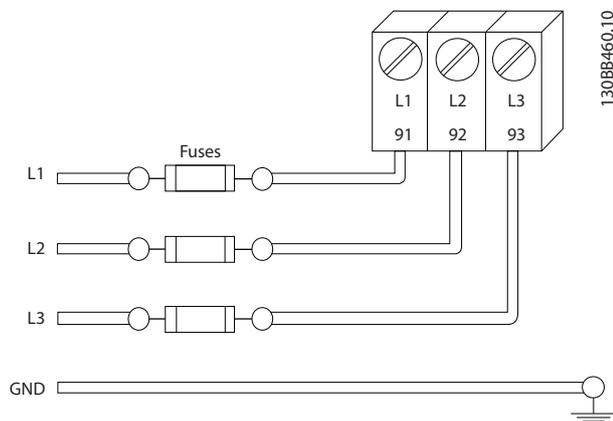

図 2.4 周波数変換器ヒューズ
- すべての周波数変換器は短絡および過電流保護を備えている必要があります。入力ヒューズが保護のために必要です。図 2.4 を参照してください。工場では装備されない場合、ヒューズはインストレーションの一部として設置作業者によって取り付けられます。10.3.1 保護の最大ヒューズ定格を参照してください。
- すべての周波数変換器は短絡および過電流保護を備えている必要があります。入力ヒューズが保護のために必要です。図 2.4 を参照してください。工場で装備されない場合、ヒューズはインストールの一部として設置作業員によって取り付けられます。10.3.1 保護の最大ヒューズ定格を参照してください。